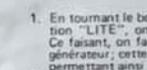

FIG. 9
2. Should light begin to pulsate or grow dim, add more air pressure and turn Control Knob to "CLEAN" position (Fig. 9) and back to "ON" position. If condition continues, it may be lantern requires refilling.
2. Si la lumière vacille ou baisse, augmentez la pression de l'air et tournez le bouton de commande à "NETTOYAGE" (CLEAN), fig. 9; réglez-le ensuite à "MARCHÉ" (ON). Si l'éclairage n'est pas impeccable après cette correction, il se pourrait que vous ayez besoin de remplir le réservoir.